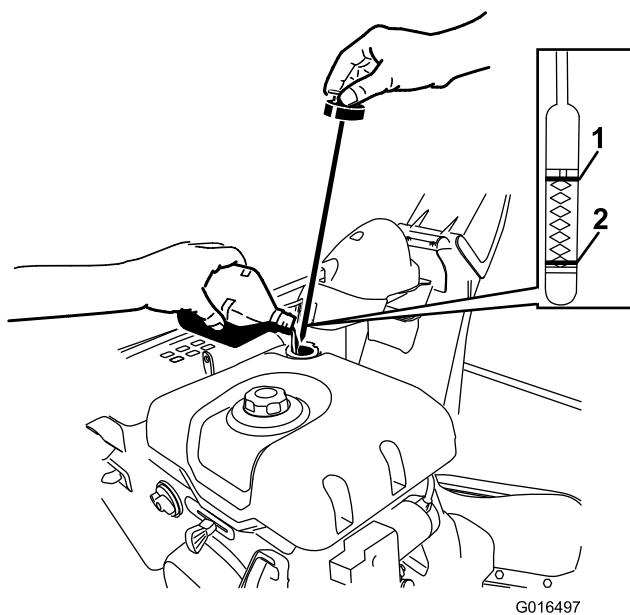

Bild 50
A. Nehmen Sie den Peilstab heraus und füllen Sie das Öl langsam in den Öleinfüllstutzen ein, um den Ölstand auf die Voll-Markierung am Peilstab anzuheben (Bild 50). **Überfüllen Sie nicht.**